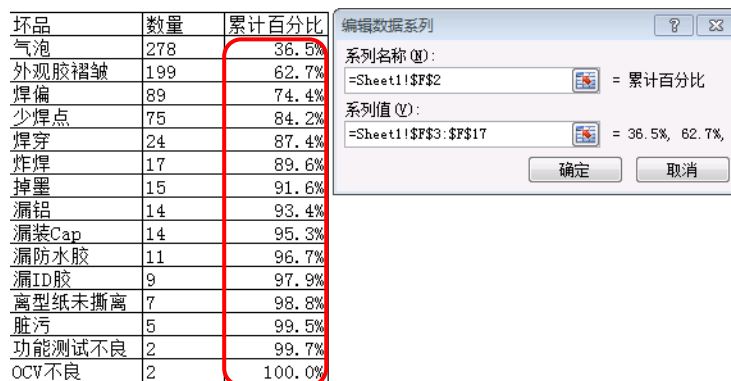

图 3-10
(4) 在“选择数据源”窗口单击添加数据，出现编辑数据系列，系列名称选择表中“累积百分比”，系列值选择图示红色圈内单元格数据，如图 3-10 所示。